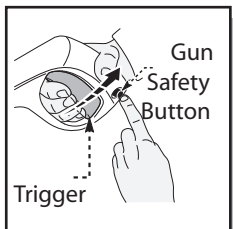

Fig. 16
- Suelte el botón de seguro en el fusil de rocío (Fig. 16) al señalar el fusil de rocío en una dirección segura, lejos de usted mismo y otros aprietan el disparador en el fusil de rocío hasta que hay una corriente constante de agua, dejando salir el agua y el aire de la manga.